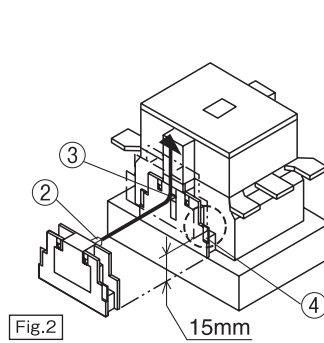

Fig.2
- 補助接点ユニットの突起部②を電磁接触器のガイド穴③に合わせ、15mm程度スライドさせて補助接点ユニットを電磁接触器の溝④にはめ合わせてください。(Fig.2)
- Put the projection ② of auxiliary contact unit into the dent ③ of contactor. Slide the auxiliary contact unit about 15mm, and the auxiliary contact unit will be fit into the groove ④ of contactor. (Fig.2)
- 请将辅助触头单元的突出部②与交流接触器上的导孔③对齐，然后将其推移滑动15mm左右，使辅助触头单元正好卡装于交流接触器的沟槽④内。(Fig.2)